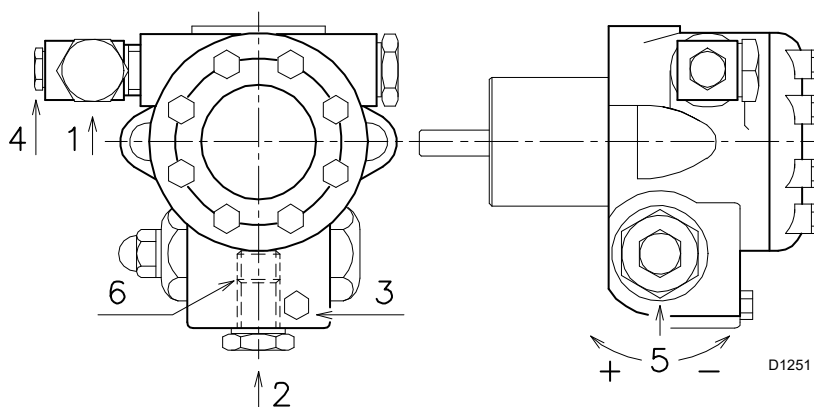

Fig. 19
- Com o fim de que a bomba se possa auto-alimentar, é indispensável afrouxar o parafuso 3)(Fig. 19) da bomba para purgar o ar contido no tubo de aspiração.
Para variar a pressão da bomba, actuar no parafuso 5)(pag. 17 Fig. 19).